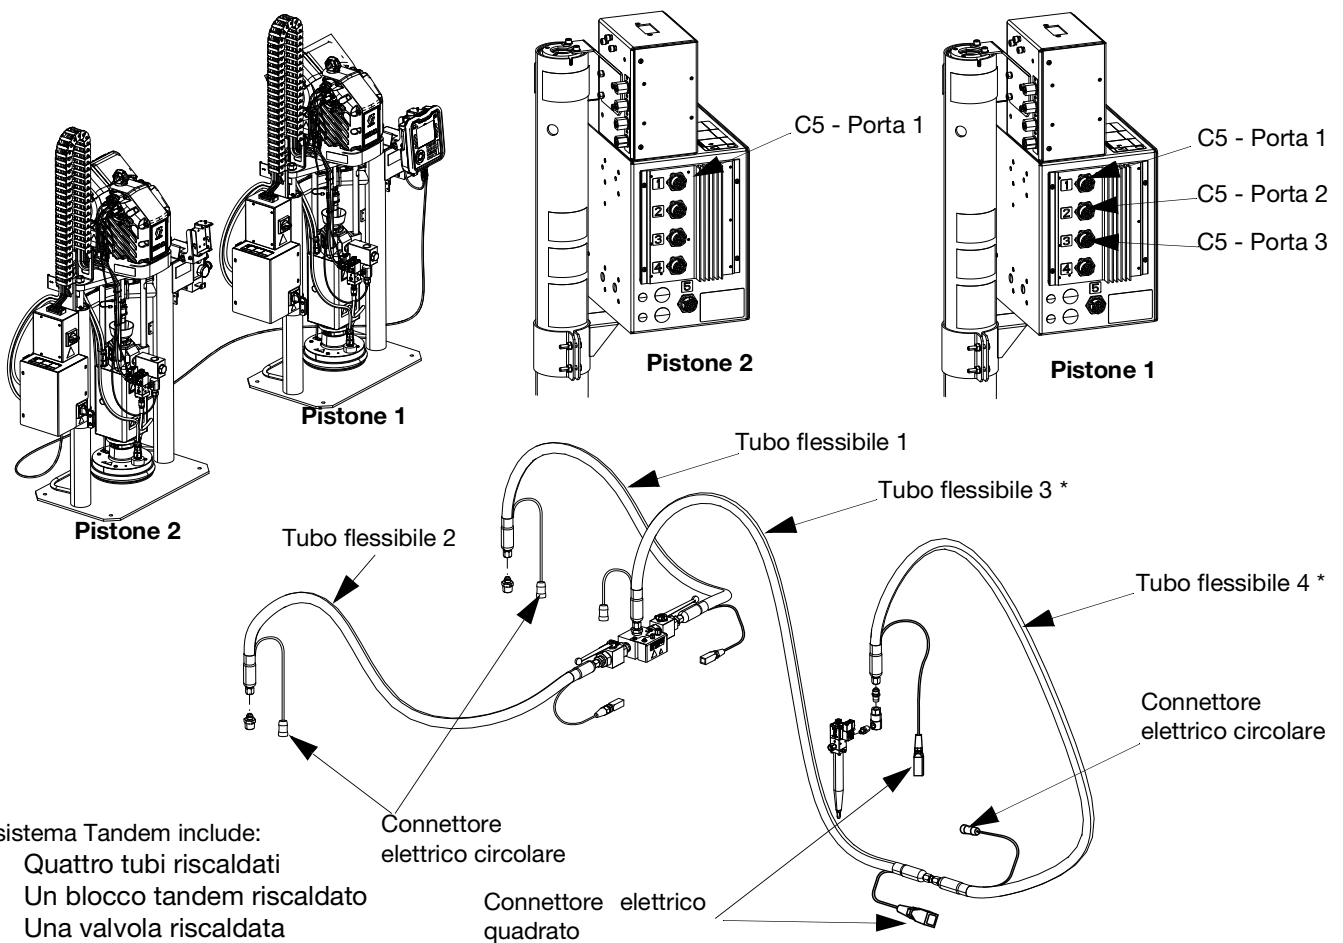

FIG. 33
- Valvola riscaldata - Connettore elettrico quadrato dal tubo flessibile 4 alla valvola di erogazione iQ (B).
- Blocco tandem riscaldato - Connettore elettrico quadrato dal tubo flessibile 1 o dal tubo flessibile 2 al blocco tandem riscaldato (R). Vedere FIG. 33.